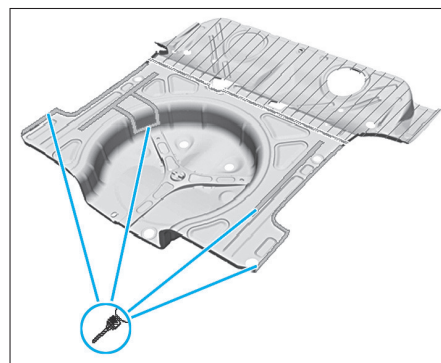

FIG. 157
- Reporter les lignes de coupe sur la pièce neuve et procéder à la découpe (Fig.157).